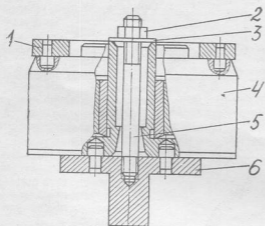

Рис. 3. Разборка муфты:
5. Установить корпус муфты на подставку 6 (рис. 3), зажатую в тисках, завернуть в подставку шпильку 5, установить шайбу 3 и закрепить гайкой 2 (тиски слесарные, подставка под муфту, ключ гаечный кольцевой 19 мм, шпилька).